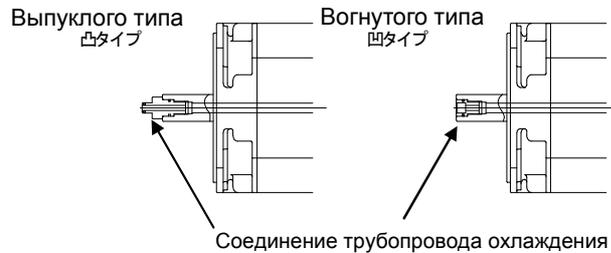

Рис. 3. Пример соединения трубопровода охлаждения.
- Проверьте отсутствие утечки СОЖ из трубки подачи СОЖ в муфте. (см. рис. 3)